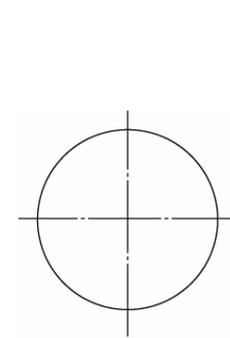

图 1-6
1. 作出图 1-6 所示圆的内接正六边形,要求保留作图线。(15 分)